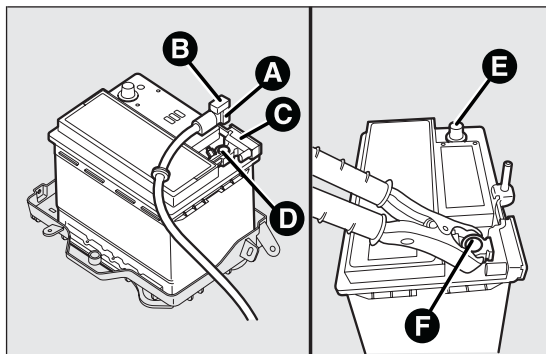

fig. 175
en presencia del sistema Start&Stop (RADSOK): fig. 175
- conectar el cable positivo del aparato de carga al polo positivo de la batería E y el cable negativo al borne del Sensor IBS F como en fig. 175;
- después de desconectar el cargador, conectar el conector A al Sensor IBS C como en fig. 175.